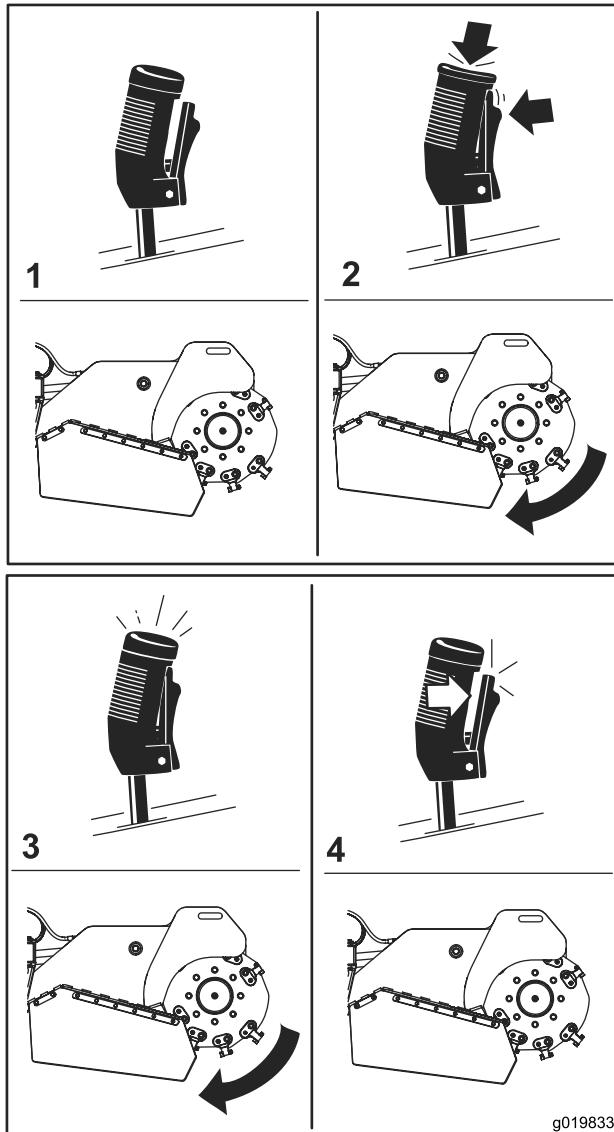

Figura 12
- Para parar o triturador (Figura 12), solte o gatilho durante mais de meio segundo.
- Para iniciar o triturador (Figura 12), aperte o gatilho e, em seguida, prima o botão vermelho na parte superior da alavanca. Assim que o triturador tiver iniciado, pode soltar o botão vermelho.